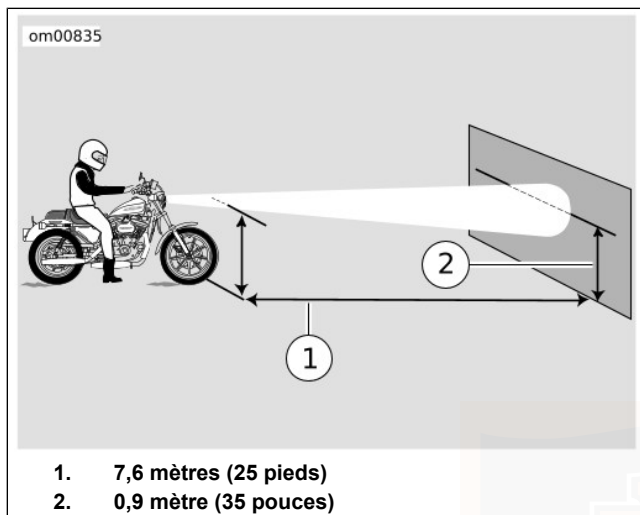

Figure 51. Alignement du phare : modèles Sportster
3. Voir Figure 51. Placer la moto à 7,62 m (25 ft) d'un mur ou d'un écran. Mesurer la distance de directement en dessous de l'axe avant à la base de l'écran ou du mur.